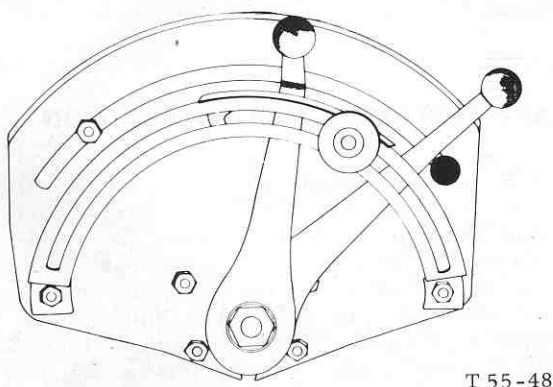

Fig. 18 - Position du levier de modulation de traction pour une profondeur déterminée
d) Lorsque l'instrument aura atteint sa profondeur de travail désirée, tirez vers l'arrière le levier de contrôle de position jusqu'à ce que l'attelage commence à se relever en fonction de la charge exercée sur le tirant supérieur. Ceci déterminera la position du levier pour une profondeur donnée dans un terrain donné (fig.18). Pour obtenir la même profondeur dans un terrain plus léger, il faudra tirer le levier vers l'arrière et, de même, pour un terrain plus lourd, le levier devra être poussé vers l'avant.